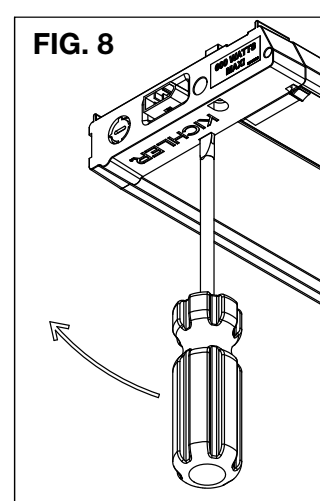

FIG. 8
- Ouvrir le compartiment de câblage en insérant un tournevis à tête plate dans les fentes et en dégageant le couvercle (voir FIG. 8)